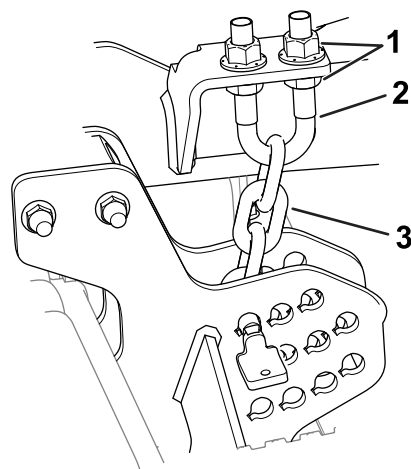

Figura 11
6. Allentate i controdadi sulla parte superiore o inferiore del bullone a U della catena dell'altezza di taglio (Figura 11).